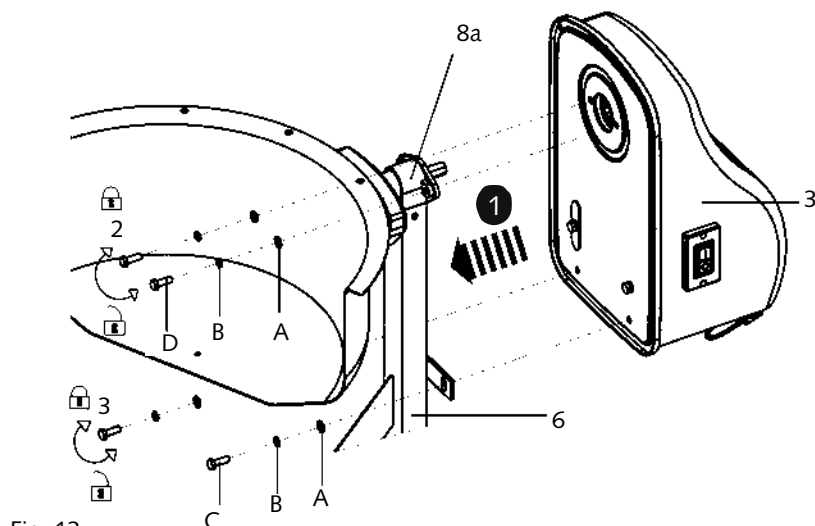

Fig. 13
1. Rikta in och montera motorenheten på stödbågen (8) / stödbalken (6) (Fig. 13).
2. Säkra anslutningen med bultar (C, D), fjäderbrickor (B) och brickor (A).